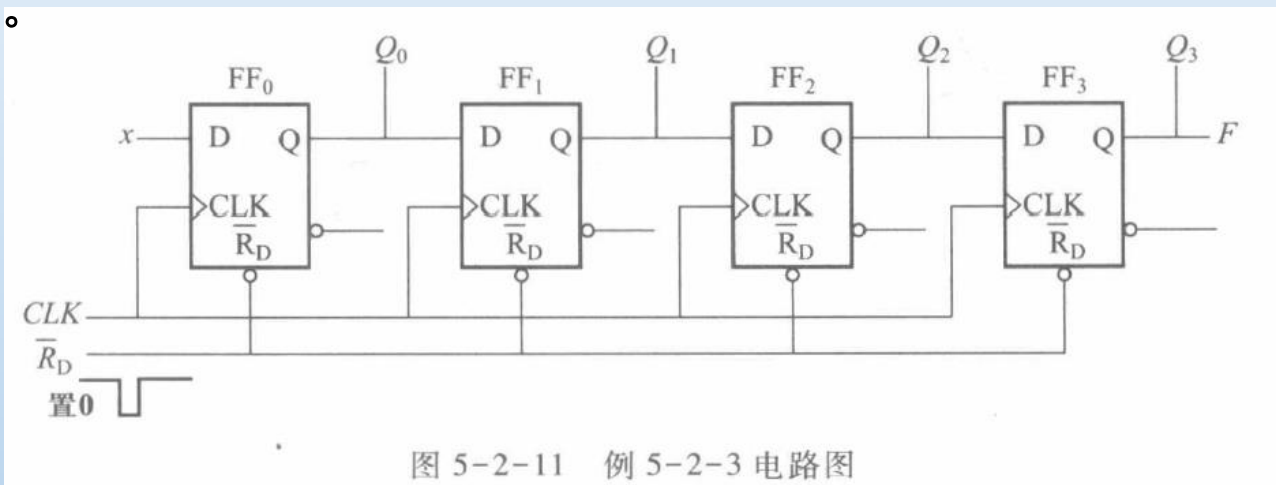

图 5-2-11 例 5-2-3 电路图
**例 5-2-4** 由四个D触发器串接在一起的同步时序电路如图5-2-11所示，图中的置0负脉冲表示电路在开始工作前先置0，即触发器的状态全为0。
- (1) 分析电路在输入x为11010001序列时，各触发器的状态转移真值表；
- (2) 画出电路在输入x为11010001序列时的时序波形；
- (3) 描述电路功能。